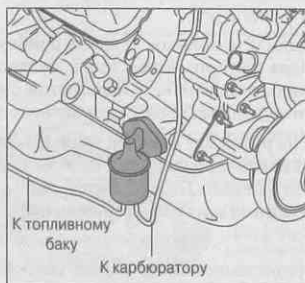

Рис. 21.2. Шланг, соединяющий топливный насос и карбюратор
2. Отключите шланг от топливного насоса, ведущего от карбюратора к топливному насосу (рис. 21.2), и поместите конец шланга в какую-то емкость.